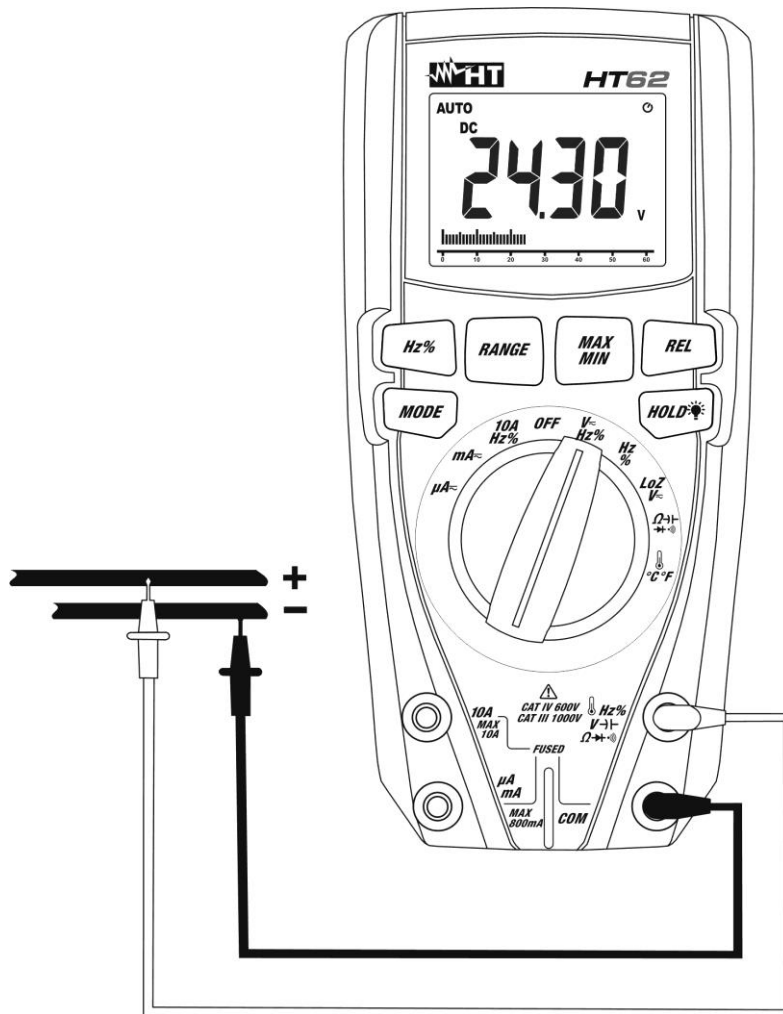
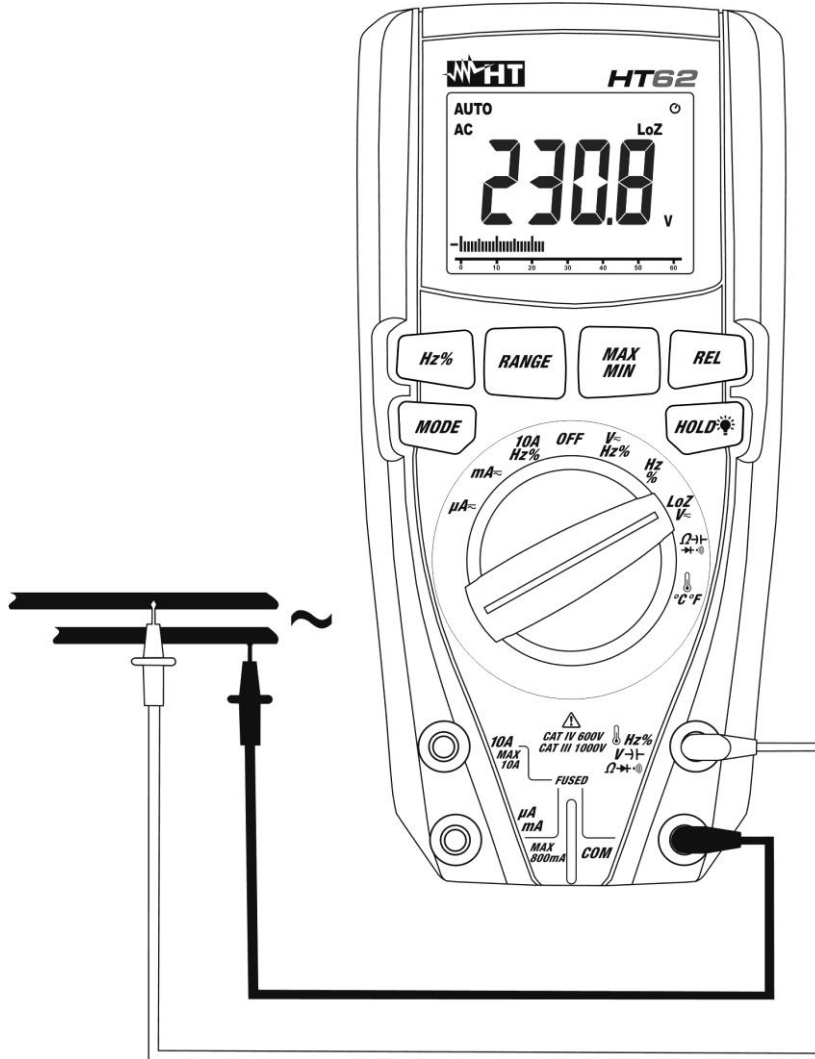

Fig. 2: Uso del instrumento para medida de Tensión CC
Fig. 4: Uso del instrumento para medida de Tensión CA/CC con función LoZ
4. Posicione la punta roja y la punta negra respectivamente en los puntos a potencial positivo y negativo del circuito en examen (vea Fig. 2). El valor de la tensión se muestra en pantalla
6. La visualización del símbolo "-" en el visualizador del instrumento indica que la tensión tiene sentido opuesto respecto a la conexión de Fig. 2.
4. Posicione la punta roja y la punta negra respectivamente en los puntos del circuito en examen (vea Fig. 4) para medida de tensión CA o en los puntos a potencial positivo y negativo del circuito en examen (vea Fig. 2) para medida de tensión CC. El valor de la tensión se muestra en pantalla